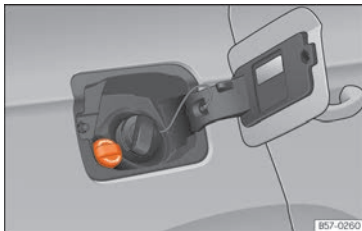

Fig. 184 Tampão do bocal de enchimento do reservatório do AdBlue.
- Abrir a tampa do depósito » » Fig. 184.
- Rode o tampão de fecho do bocal de enchimento de SCR para a esquerda » » Fig. 184.